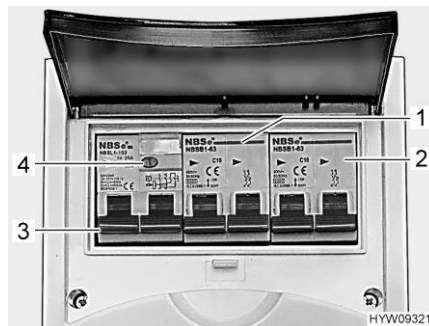

Bild 111 Ledningsskyddsbrytare och FI-brytare (230 V-säkringslåda)
En jordfelsbrytare (FI-brytare) (Bild 111,3) i säkringslådan skyddar hela fordonet mot läckström (0,03 A).
Den efterkopplade ledningsskyddsbrytaren (10 A) (Bild 111,1) skyddar 230 V-uttagen, el-blocket, den extra laddaren och kylskåpet.
På fordon med tilläggsutrustning t. ex. takklimatanläggning skyddas apparaten av en extra ledningsskyddsbrytare (16 A) (Bild 111,2).
- När fordonet är anslutet till 230 V-försörjningen: Tryck på kontrollknappen (Bild 111,4). Jordfelsbrytaren (FI) måste lösa ut.